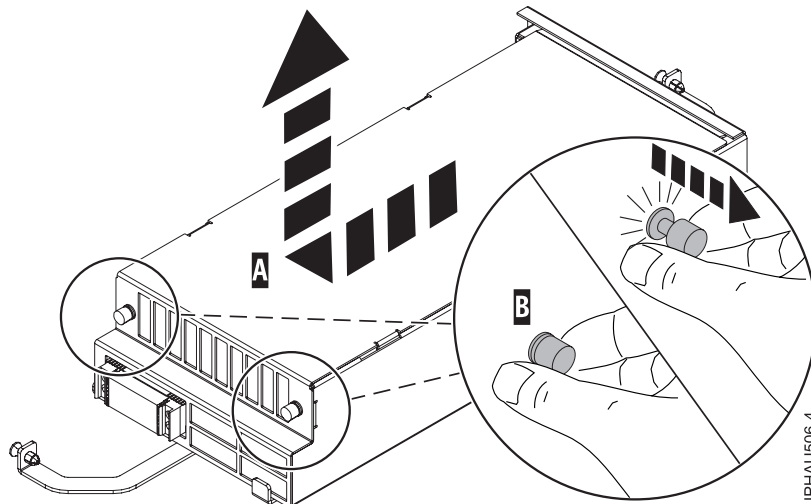

Figure 9. Retrait du cache de bloc processeur système
3. Retirez le capot du bloc processeur système (A). Pour cela, déverrouillez les deux boutons de blocage (B), tirez le capot vers vous et soulevez-le (voir la figure 9, à la page 13).